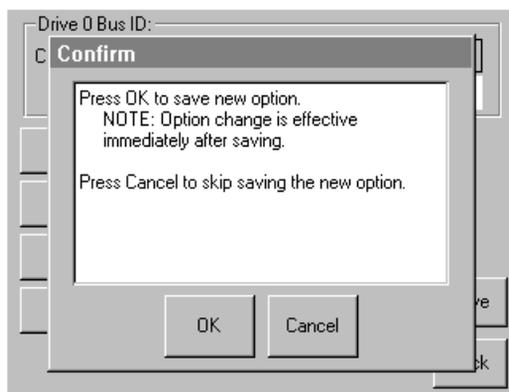

Figura 21: Pantalla de confirmación del ID SCSI
- c. Toque la opción **Save** (Guardar) para confirmar su petición. Se mostrará una pantalla de confirmación (consulte la Figura 21).